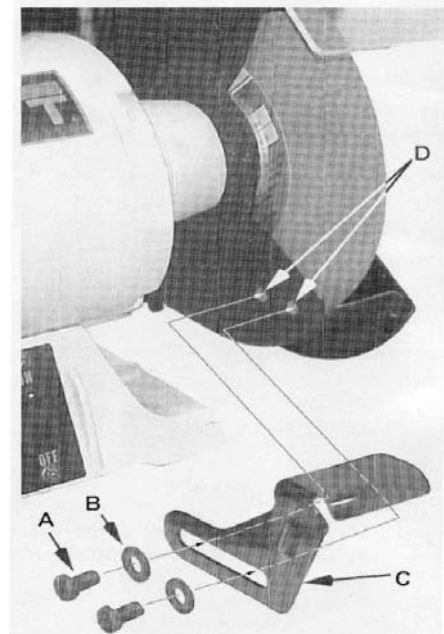

Рис.1
Ссылаясь на Рисунок 1:
1. Выньте подручники из верхней части пенополивинилхлоридового упаковочного слоя. Имеется правый и левый подручники. Смотрите на Рис. 1, чтобы убедиться в том, что вы устанавливаете их правильно.
2. Используя болты (A) и шайбы (B) из пластикового пакета, зафиксируйте подручники, накрутив два болта (A) через две плоские шайбы (B) и кронштейн подручника (C) на корпус круга (D), как показано на Рисунке 1. Подручники должны быть отрегулированы так, чтобы между ними и шлифовальным кругом или другими используемыми аксессуарами было расстояние в пределах 1/16". По мере снашивания круга, подручник необходимо регулировать, чтобы сохранить зазор в размере 1/16".